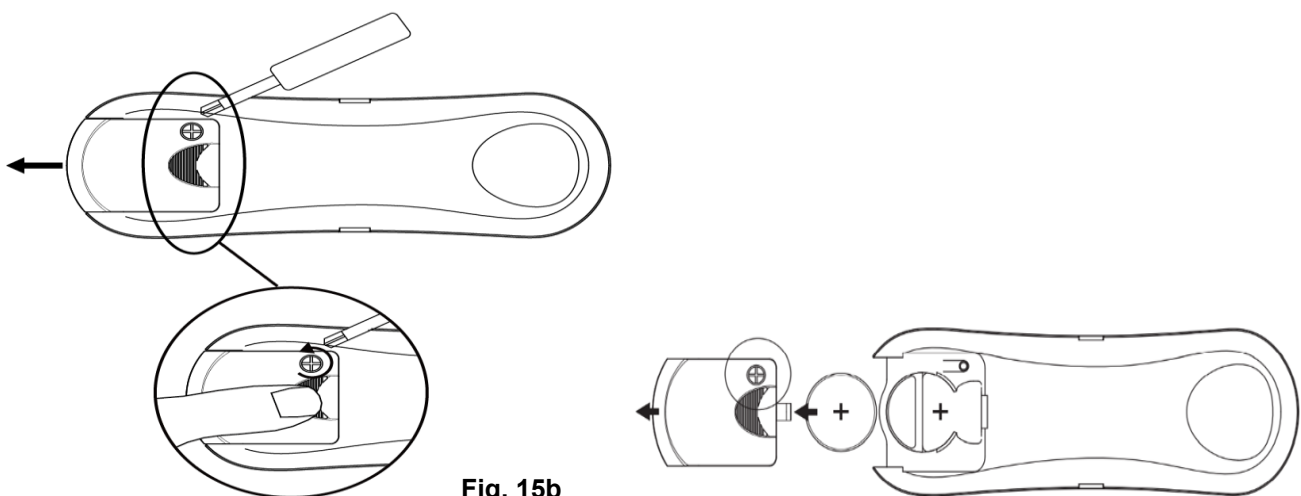

Fig. 15b
7. Deslice para retirar la cubierta del compartimiento de la batería de la parte posterior del control remoto, para acceder a la batería (Fig. 15b)